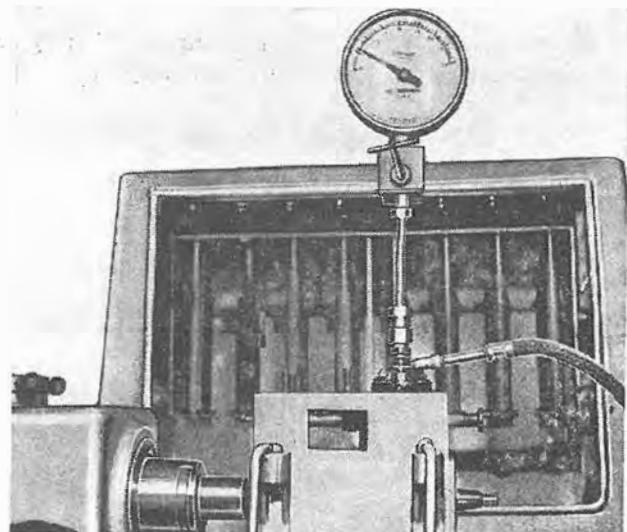

Fig. 32
- Collegare il raccordo di mandata ad un manometro da 600 kg/cm^2 munito di valvola di sicurezza (fig. 32).
- Connect delivery connection to a 600 Kg/sq. cm pressure gauge provided with a safety valve (Fig. 32).
- Relier le raccord de refoulement à un manomètre de 600 kg/cm^2 comportant une soupape de sûreté (fig. 32).